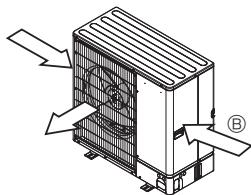

Fig. 2-6
- ③ Položite jedinicu na način da izlaz za zrak puše okomito na smjer sezonskog vjetra ako je moguće. (Fig. 2-6)